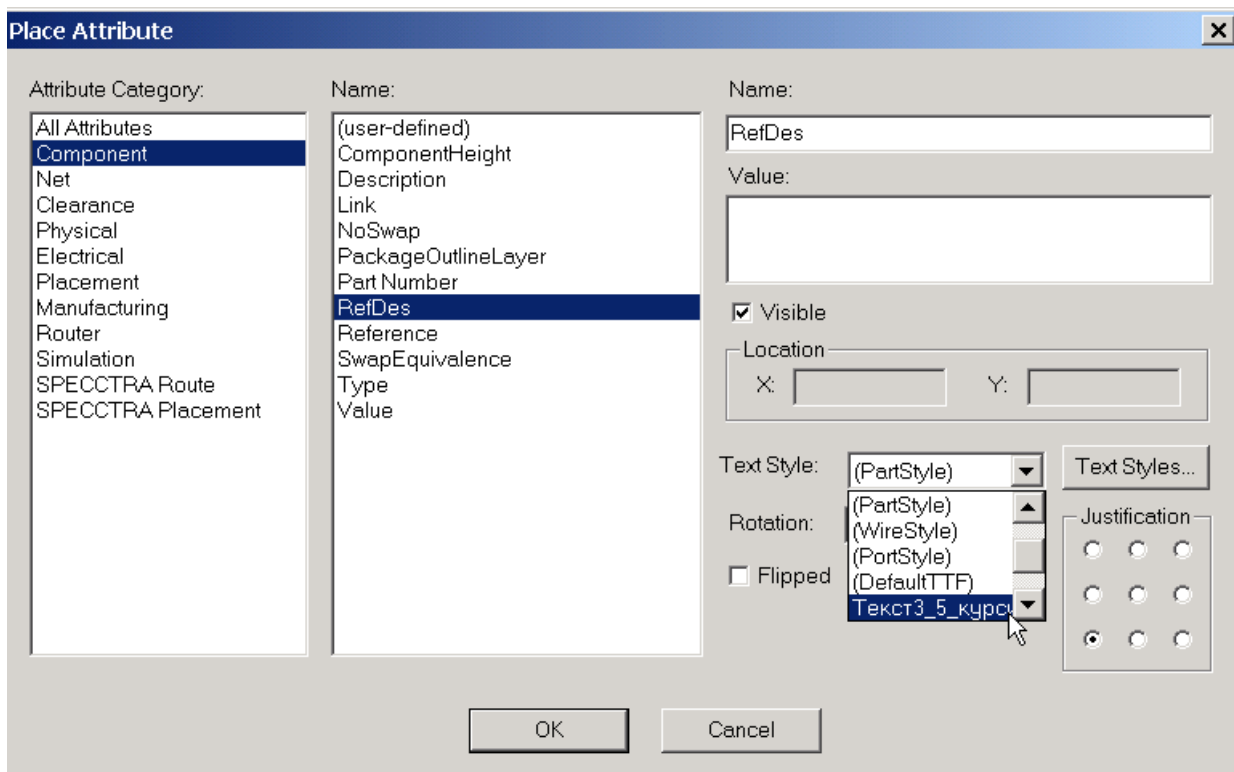

Рис. 5-7. Выбор атрибутов и установка их параметров
2) На панели **Place Attribute** (см. рис. 5-7) в окне *Attribute Category* (категория атрибута) выбирается категория *Component* (компонент), что бы ограничить просматриваемый спи-
1) При добавлении дополнительного атрибута в окне списка *Name* панели **Place Attribute** (см. рис. 5-7) выберите **user-defined** (задаваемый пользователем).